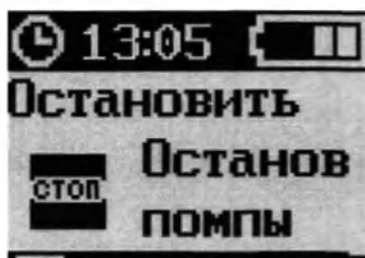

Рисунок 163 – Экран режима «В РАБОТЕ»
1. Нажать кнопку «МЕНЮ» для того, чтобы войти в меню помпы (рисунок 163).